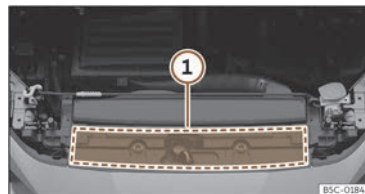

Fig. 221 No van motor: zona de localización da etiqueta de aceite de motor
prescrita está situada na parte frontal do compartimento do motor >>> **fig. 221** ①. Se usa o aceite de motor recomendado, o nivel de carga pode corrixirse tantas veces como sexa necesario.